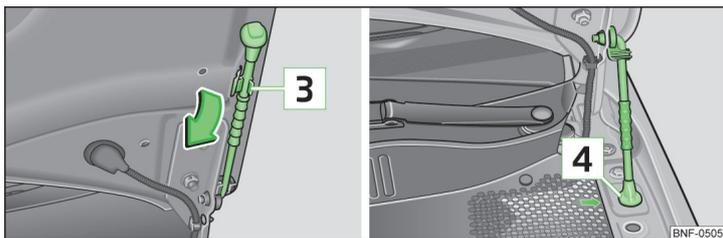

Fig. 98 Fixation du capot moteur
- Retirez la béquille du support **3** dans le sens de la flèche » fig. 98.